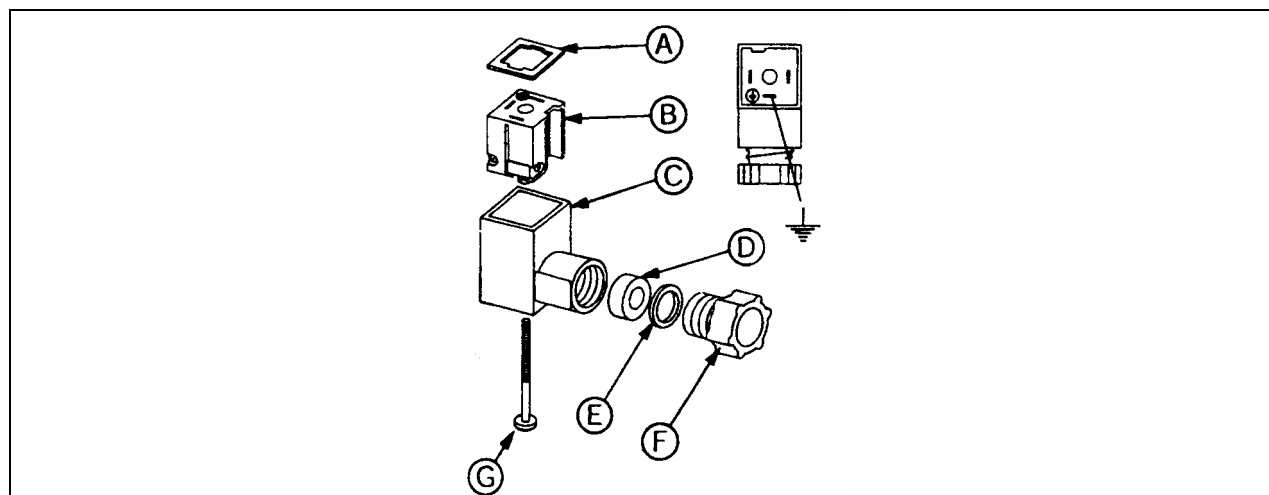

FIGURE 2: CONNECTEUR
5. Retirer la vis du connecteur #641385. Utiliser un petit tournevis comme levier et extraire le bloc de connexions (voir l'encoche pour extraction B, Figure 2).